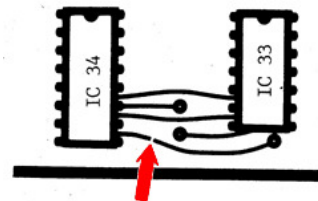

Bild 8: Printausschnitt bei IC 33 und 34 von oben (Bestückungsseite)
- 3.3.6 Der Jumper (JP) F befindet sich zwischen IC 33 und IC 34 auf der Oberseite der Platine, ist aber noch nicht vorgesehen. Es muss eine Leiterbahn unterbrochen werden (siehe Bild 8).